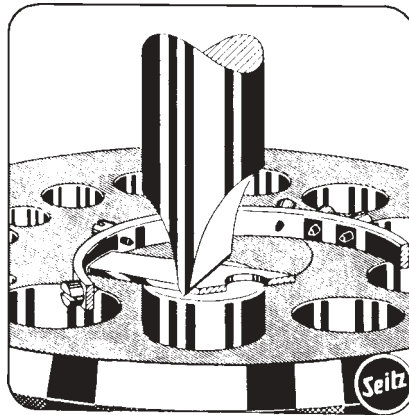

Abb. 48
b) Für das Strecken einer Unruh könnte gesagt werden: „Selbst der Versuch ist strafbar!“ Es wurde bereits erwähnt, dass das Strecken der Unruh als unfachlich abzulehnen ist. Umso mehr ist der Versuch mit einem Meißelpunzen zu verwerfen (Abb. 48).